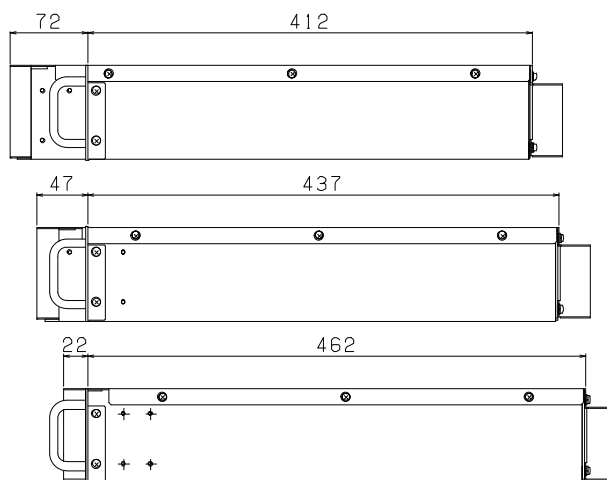

図 3-2 フランジの取り付け
2. 付属のフランジ（左右 1 対）を付属の皿ネジを各 2 本ずつ使用してUPSの側面に固定してください。（図 3-2 参照）